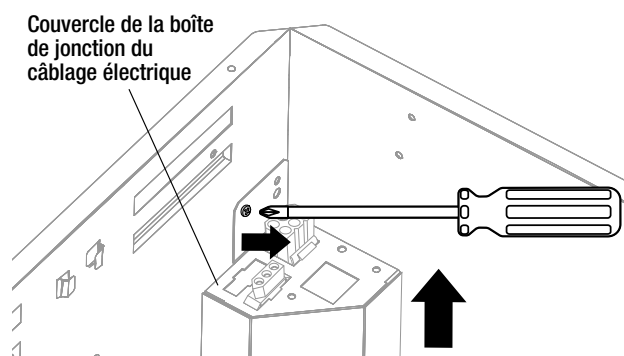

Fig. 8
- Retirer la vis qui fixe le couvercle de la boîte de jonction du câblage électrique et retirer la vis et le couvercle du boîtier du ventilateur. Voir la figure 8.